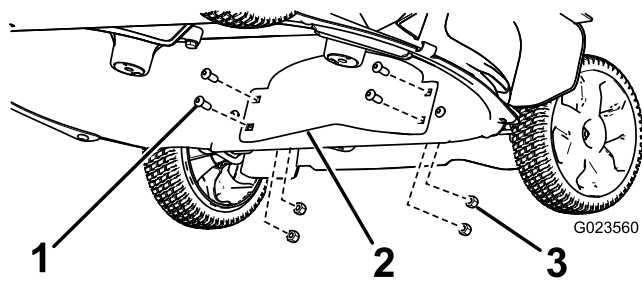

Figura 4
1. Quite los 4 pernos y las 4 tuercas situados en la parte delantera de la carcasa de la máquina (Figura 4).
2. Instale el deflector con los 4 pernos y las 4 tuercas que ha retirado en el paso 1 (Figura 4).